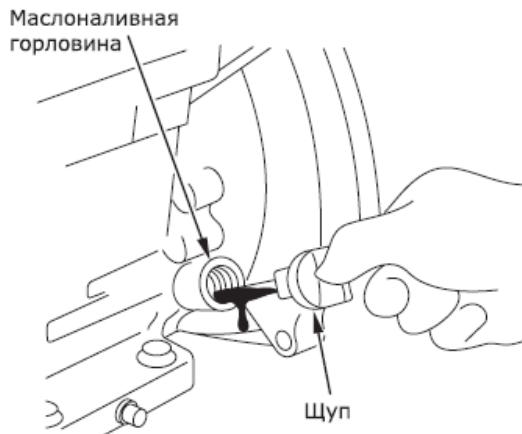
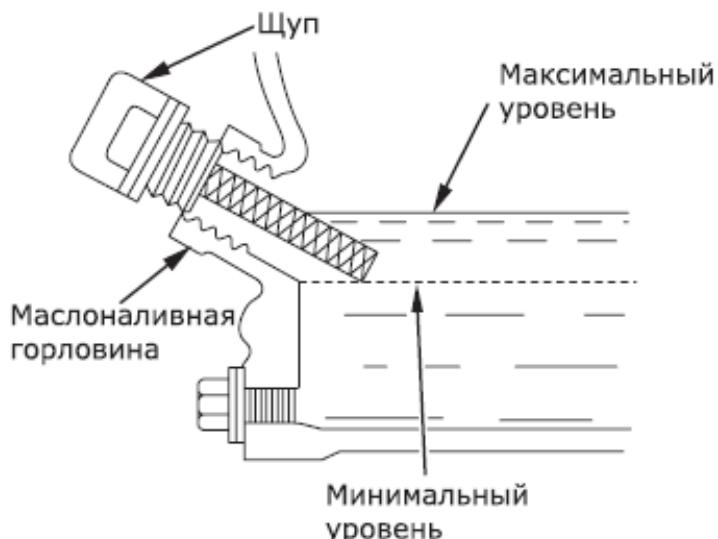

Рис. 3 – Контроль уровня масла в картере двигателя
Рис. 4 – Заполнение маслом картера двигателя
ВНИМАНИЕ! Работа двигателя при низком уровне масла может привести к его повреждению. Каждый раз перед запуском двигателя и через каждые пять часов работы двигателя проверяйте уровень масла. Поддерживайте уровень масла между отметками Min и Max на масляном щупе или по краю маслоналивной горловины (рис. 3, рис. 4).
- извлеките масляный щуп, проверьте уровень масла. Если уровень масла низкий, медленно долейте масло до нужного уровня по меткам на щупе или краю маслоналивной горловины (рис. 4);